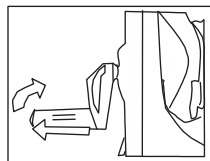

Рис.6
-Для использования катушки, опустите ручку вниз и произведите размотку либо смотку шланга высокого давления (**Рис.6**)